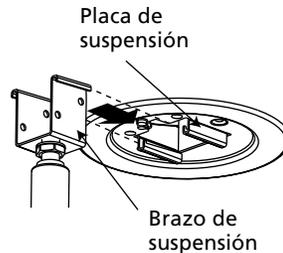
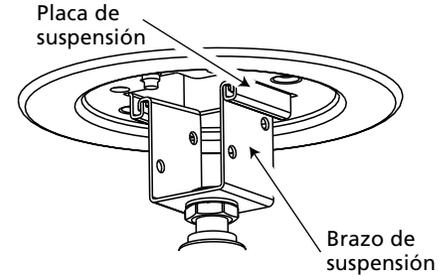

Figura 9c - Forma alinear el brazo de suspensión con el receptáculo de suspensión
Figura 9d - Brazo de suspensión insertado completamente dentro del receptáculo
- Coloque el brazo de suspensión en alineamiento con el soporte de suspensión, como se muestra en la Figura 9c. Deslice el brazo de suspensión dentro del soporte, hasta que esté insertado completamente como se muestra en la Figura 9d.